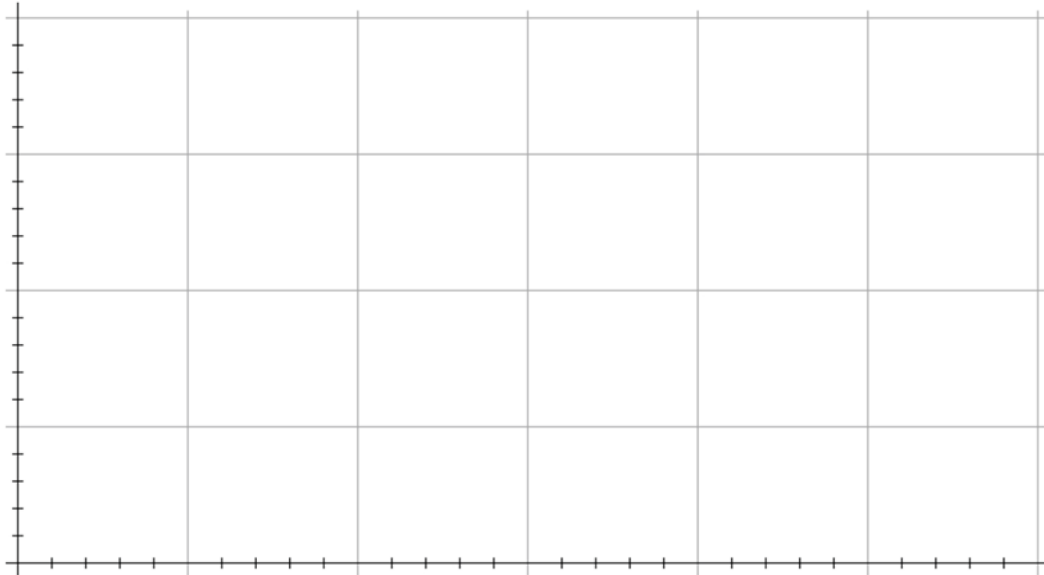

Abbildung 1: Drehmoment vs. Beschleunigung bei konstantem Trägheitsmoment
1. Wie verhält sich der berechnete Wert der Rotationsträgheit im Vergleich zur Steigung der Daten in Abbildung 1?